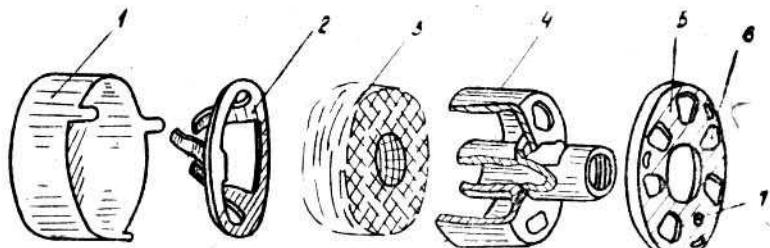

Рис. 11. Воздухоочиститель:
Воздухоочиститель (рис. 11) служит для очистки воздуха, поступающего в двигатель, и состоит из корпуса 1, корпуса сеток 4, крышки 5, пакета сеток 3 и пружины 2.
**УКАЗАНИЕ.** Во избежание выхода фиксатора 7 крышки 5 (рис. 11) из прорези корпуса сеток 4 не допускается проворачивание воздухоочистителя с нажатием на передний торец корпуса.